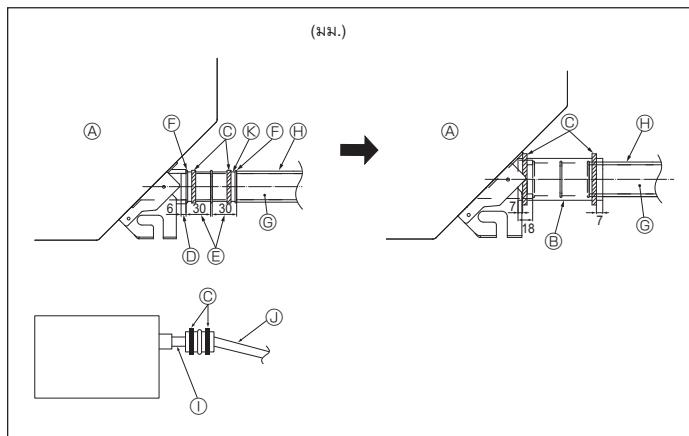

Fig. 5-2
- ต่อช่องต่อหัวน้ำทึบ (ให้ม้ำพ้อมันเครื่อง) เข้ากับช่องระบายน้ำ (Fig. 5-2)